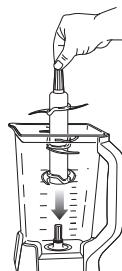

Fig. 4
- 6 En tenant l'arbre du jeu de lames superposées, insérez celui-ci dans le pignon d' entraînement du récipient. Assurez-vous que le jeu de lames superposées est bien logé en position verticale. (**Fig. 4**)